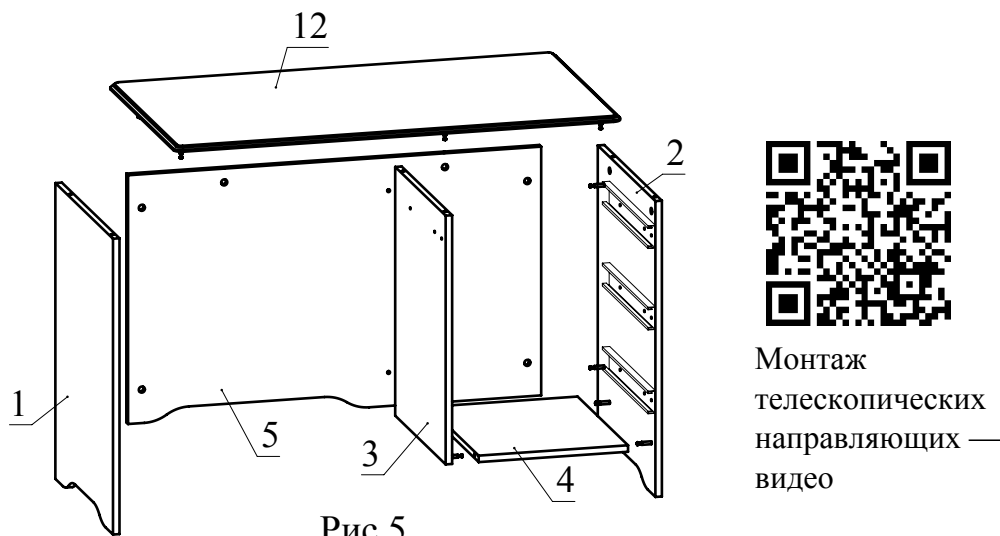

Рис.5
4. Соберите сборку согласно схемы, затягивая головки минификсов конфирматным ключом по часовой стрелке до упора. Деталь 3 с деталью 5 соедините при помощи конфиратов (Рис. 5).